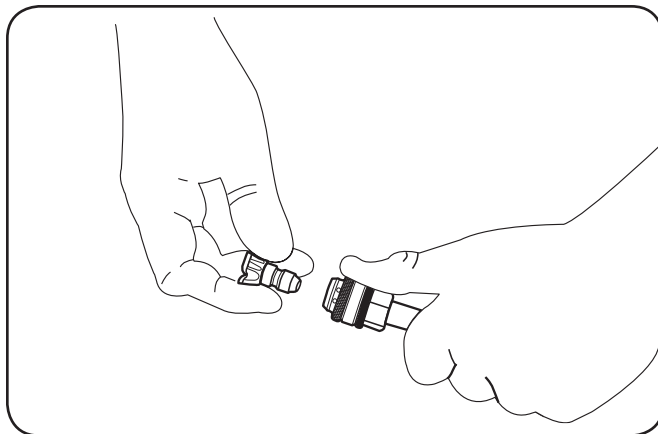

Figure 4-3
1. Pousser vers l'arrière le coupleur à branchement rapide et insérer la buse. Voir Figure 4-3.